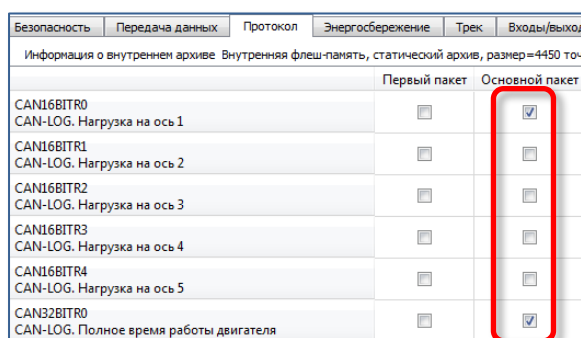

Рисунок 26. Выбор параметров для отправки на сервер мониторинга
- 3.7 для отправки полученных данных на сервер мониторинга перейдите на вкладку «Настройки» -> «Протокол» Конфигуратора, настройте основной пакет на передачу выбранных тэгов на сервер (рис. 26) и нажмите кнопку «Применить»;